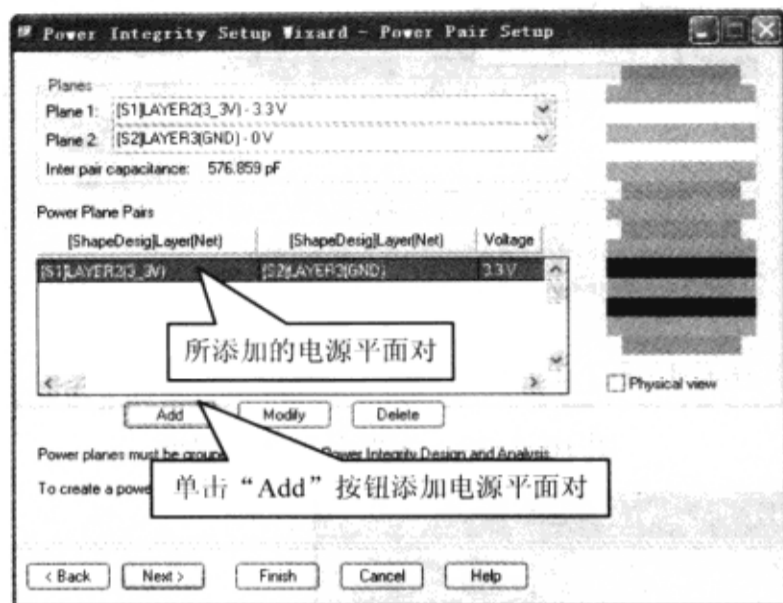

图 10-7-33 添加平面对
(3) 单击“Add”按钮指定平面对，如图 10-7-33 所示。